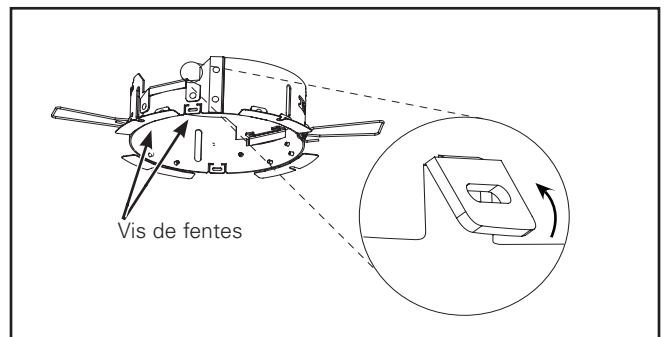

Figure 28
- Pour éviter que l'assemblage d'anneaux Retrofit se déplace dans l'ouverture du boîtier ou du plafond, utilisez un tournevis à tête plate pour retirer les 3 onglets de centrage (Figure 28).